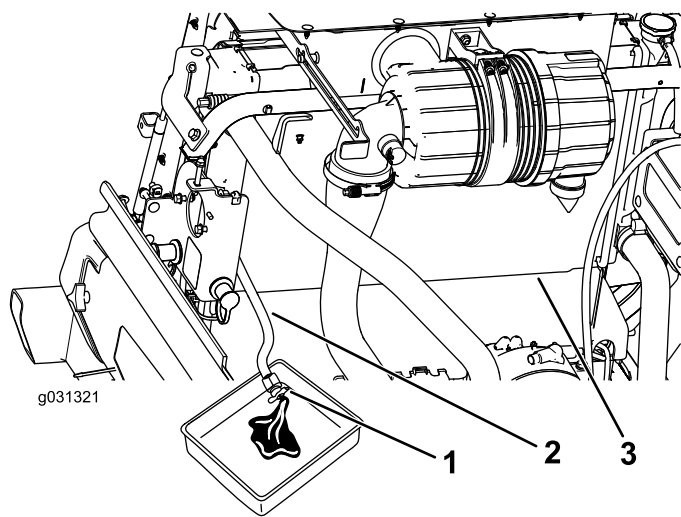

Figura 111
3. Com o tubo de drenagem do radiador colocado num recipiente de drenagem, abra a válvula de drenagem no tubo do radiador e drene o fluido para um recipiente de drenagem (Figura 111).
- 4. Feche a válvula no tubo de drenagem do radiador (Figura 111).